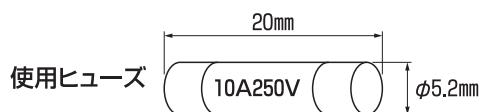

図1
- 工程4で図1のように位置決めされましたホルダーのカット面にパラレルcheckerを差し込んでいただきます。
- 本体の電源差し込み口の下部にヒューズボックスが備え付けられています。図1のようにマイナスドライバーなどで引き抜くとヒューズボックスが外れます。